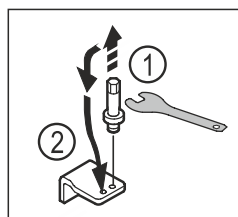

Fig. 13
- ▶ Odšroubujte šroub spodního stojanu ložiska pomocí imbusového klíče SW5. Fig. 13 (1)
- ▶ Zasuňte čep na opačné straně. Fig. 13 (2)